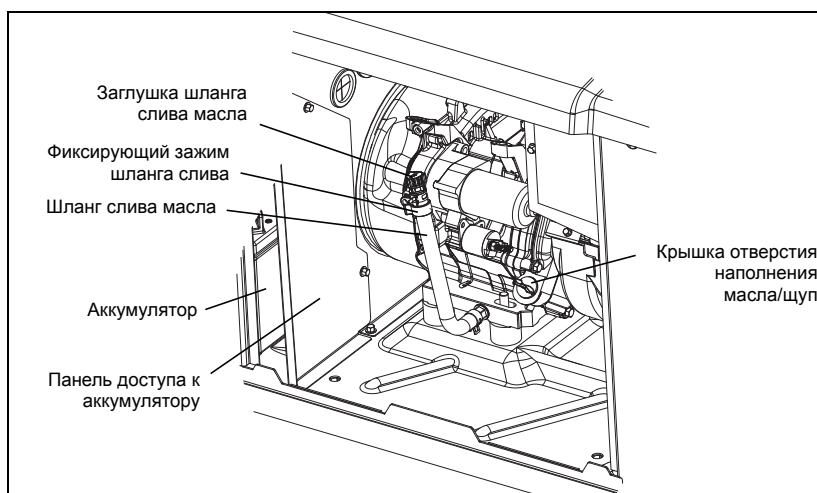

Рис. 4-3. Расположение масляного слива
4. Извлеките шланг слива из фиксирующего зажима и направьте конец шланга в подходящую емкость. См. рис. 4-3.